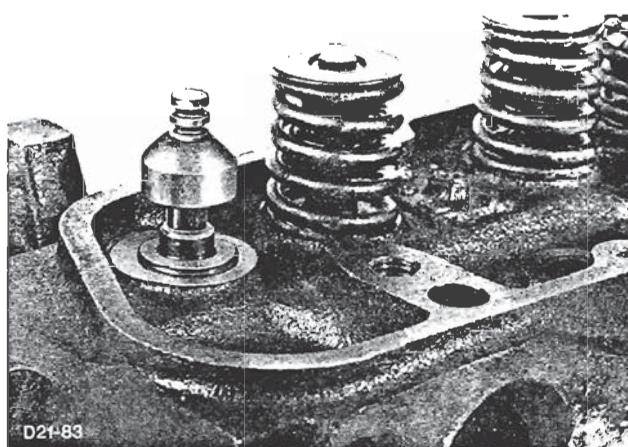

Fig. 91 - Pakdåse på ventilstamme.
6. Monter en ny pakdåse på ventilstammen, Fig. 91. Monter ventilfjederen ved at gå frem i den omvendte rækkefølge af det, der er beskrevet i pkt. 5. Fjern specialværktøjet.